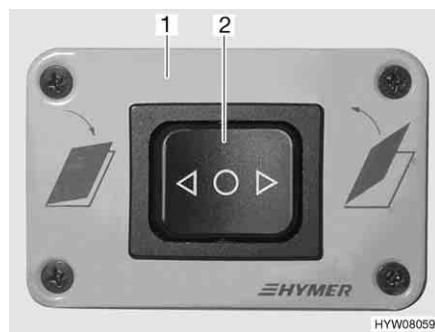

Fig. 75 Centralina di controllo per l'oblò
L'oblò a comando elettrico può essere aperto o chiuso con il pulsante basculante (Fig. 75,2) sulla centralina di controllo (Fig. 75,1). L'oblò può essere aperto durante la marcia.
- Premere verso destra il pulsante basculante (Fig. 75,2) sulla centralina di controllo (Fig. 75,1).
- Premere verso sinistra il pulsante basculante (Fig. 75,2) sulla centralina di controllo (Fig. 75,1).